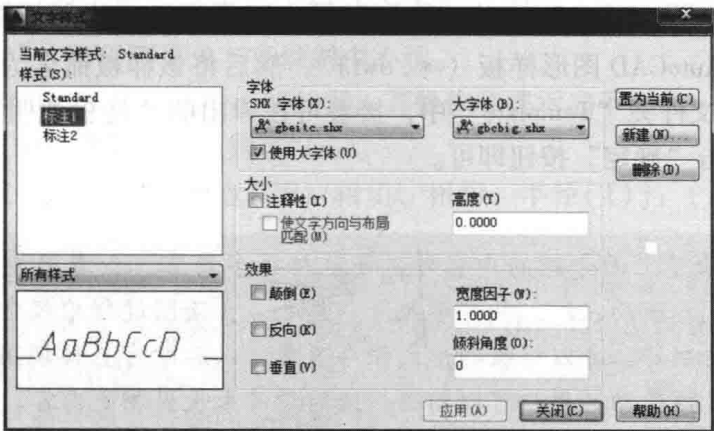

图 1-7 设置“标注”文字样式
- 单击“注释”选项卡 | “文字”面板右下角的按钮, 打开“文字样式”对话框。在该对话框中单击“新建”按钮, 新建一个名为“标注 1”的文字样式, 在“字体”下拉列表中选择“gbctc.shx”, 并选中“使用大字体”复选框, 然后在“大字体”下拉列表中选择“gbcbig.shx”字体。该对话框的其余选项使用默认值。同样, 设置一个“标注 2”的文字样式, 在“字体”下拉列表中选择“gbenor.shx”, 其余与“标注 1”样式设置相同。设置完的对话框如图 1-7 所示。